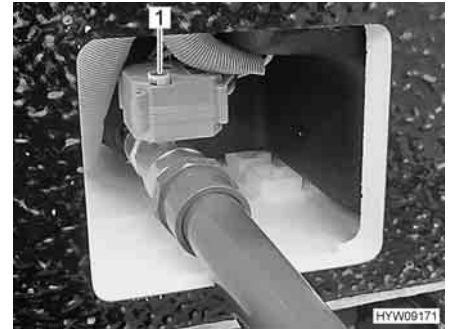

Fig. 203 Azionamento manuale del rubinetto di scolo delle acque grigie
- Per aprire il rubinetto di scolo delle acque grigie sollevare la manovella (Fig. 203,1) e ruotarla in senso antiorario fino a battuta. La direzione di rotazione (O per apertura, S per chiusura) è indicata sulla manovella.
- Per chiudere il rubinetto di scolo delle acque grigie sollevare la manovella (Fig. 203,1) e ruotarla in senso orario fino a battuta.